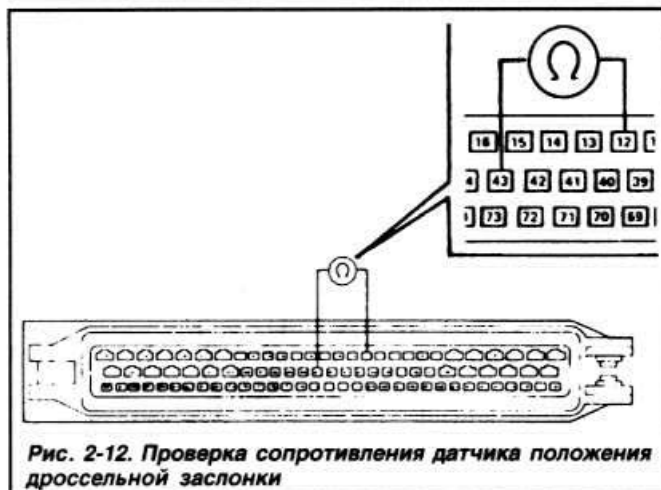

Рис. 2-12. Проверка сопротивления датчика положения дроссельной заслонки
- Присоединить омметр к выводам «12» и «43» соединительной колодки (рис. 2-12) и проверить сопротивление датчика, которое при полностью закрытой дроссельной заслонке должно находиться в пределах 1000±200 Ом.